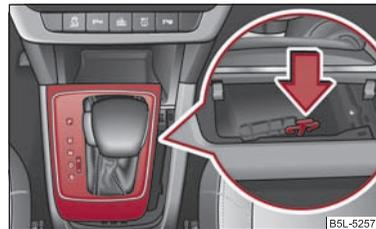

Fig. 121 Sbloccaggio d'emergenza della leva selettore
- Premere con un dito l'elemento in plastica giallo verso il basso ⇒ pag. 120, fig. 121.